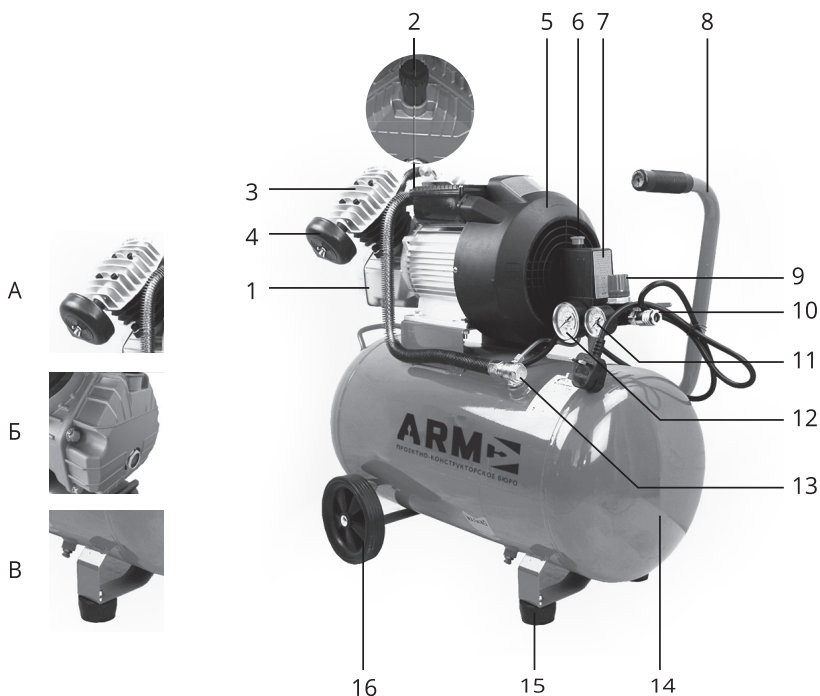

Рис.1
Проверьте уровень масла. Он должен быть на уровне «красной точки» контрольного глазка (см. рисунок 1 Б) или чуть выше него. При необходимости долейте масло, отвинтив сапун 2 (см. рисунок 1) на крышке картера. Помните, что после первых 50 часов работы следует полностью заменить масло.
- Убедитесь, что на компрессоре установлено защитное ограждение 5, и переключатель 6 находится в выключенном положении (см. рис.1).
После завершения вышеперечисленных операций компрессор готов к эксплуатации. Проверьте, чтобы переключатель 6 (см. рисунок 1) находился в положении «OFF».
- При первом запуске компрессора, оставьте его поработать на время приблизительно 5 минут с полностью открытыми кранами выпуска воздуха. По истечении этого времени, закройте кран и проверьте, чтобы компрессор нагнетал воздух в ресивер 15 (рисунок 1) и останавливался автоматически по достижении максимального давления, указанного на компрессоре, а также на индикаторе манометра.
- После первых 5 часов работы компрессора проверьте и при необходимости подтяните винты головок цилиндров компрессорной группы 3 (см. рис. 1). В результате теплового расширения металла цилиндров компрессора затяжка винтов может быть ослаблена. Для предотвращения срыва витков резьбы в цилиндрах компрессора, при затягивании винтов не прилагайте чрезмерного усилия.
ВНИМАНИЕ! Реле давления (прессостат) 7 (рис. 1) отрегулировано изготовителем, и не должно подвергаться регулировкам со стороны пользователя.
При помощи регулятора давления 9 (рисунок 1), установите требуемое значение: при повороте ручки по часовой стрелке давление увеличивается, при повороте против часовой стрелки - уменьшается.
Значение давления указано на манометр 11 (рисунок 1).
Для быстрого и полного слива масла из картера 1 (см. рисунок 1), смену масла проводите пока компрессор не остыл.
- Отвинтите сливную пробку (см. рисунок 1 Б) и слейте масло в емкость